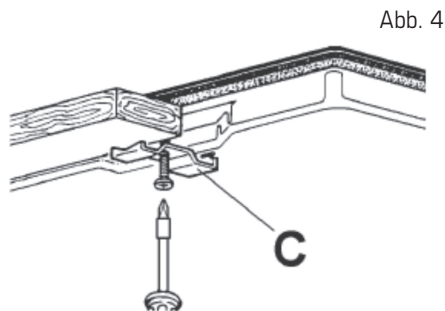

Abb. 4
- Setzen Sie das Kochfeld in Aussparung der Arbeitsplatte ein und sichern Sie es mit den Schrauben V und Befestigungsklammern G (siehe Abb. 4).